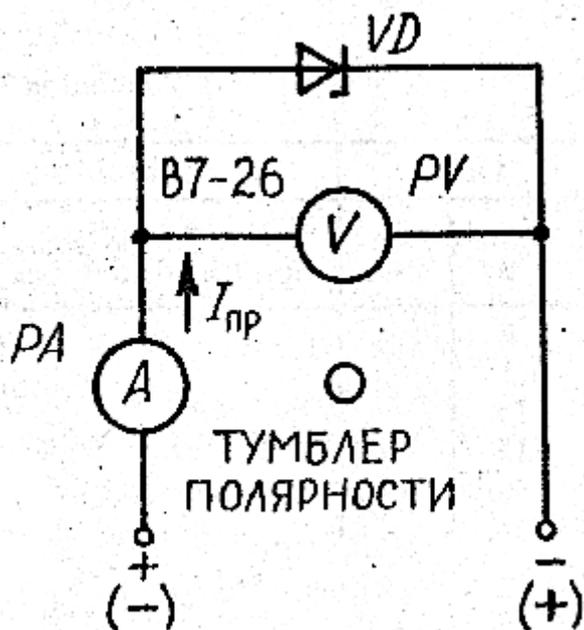

Рис. 3. Схема для снятия вольт-амперной характеристики стабилитрона
9. Провести исследование стабилитрона КС139. Для этого подключить стабилитрон к измерительным приборам в соответствии с рис. 3.